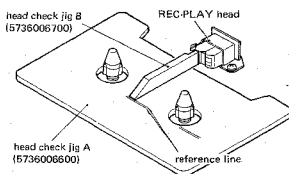

Fig. 5-7
1. Place the deck in PLAY mode. Make sure head check jig B touches the surface of the REC & PLAY head when the other end of the jig is positioned between the jig A line markers (fig. 5-7).
1. PLAY状態で、ヘッド治具(B)を録・再ヘッドの先端に当てたとき、ヘッド治具(B)先端が高さヘッド治具(A)の基準範囲内にあることを確認する。(Fig. 5-7)